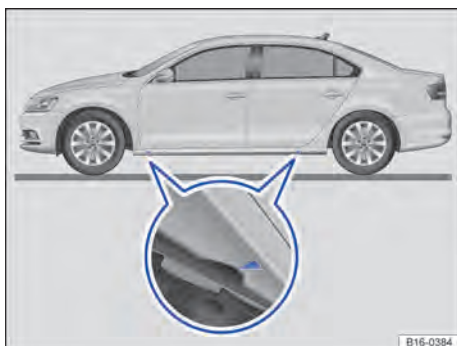

Fig. 243 Pontos de apoio do macaco.
O macaco somente pode ser posicionado nos pontos de apoio indicados (marca na carroceria) ⇒ Fig. 243. Deve ser considerado o ponto de apoio localizado junto à roda correspondente ⇒ .
6. Procurar sob o veículo o ponto de apoio do macaco ⇒ Fig. 243 mais próximo da roda a ser trocada. ►